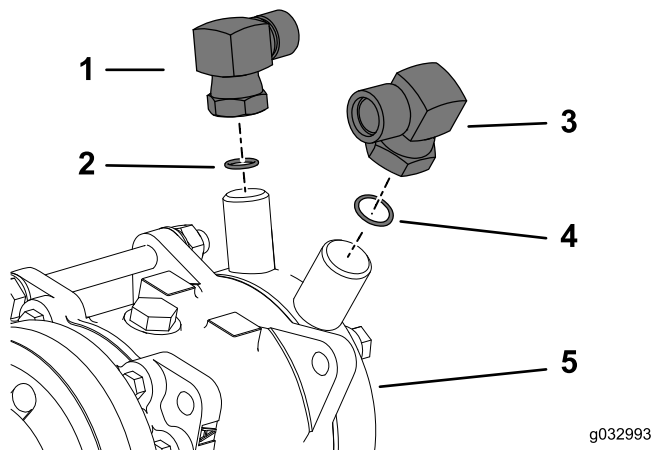

Рисунок 43
1. Установите прямоугольный штуцер (7/8 дюйма) и уплотнительное кольцо (размера 8) во впускное отверстие низкого давления насоса системы кондиционирования воздуха (Рисунок 43).
отверстие высокого давления насоса системы кондиционирования воздуха (Рисунок 43).